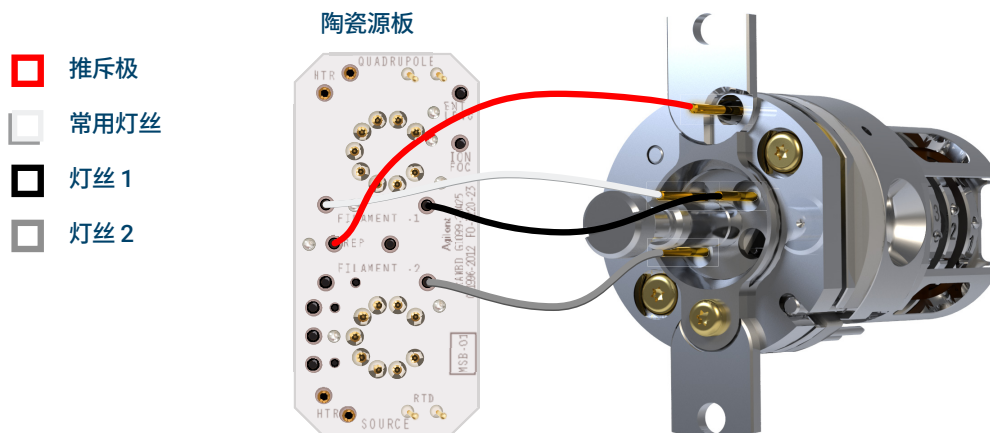

图 50 需要在离子源安装或拆卸期间连接 / 断开的接线。
- 1 使用镊子或咀钳连接 / 断开源接头上的陶瓷板引线（红、白、黑和灰）。（请参阅图 50。）